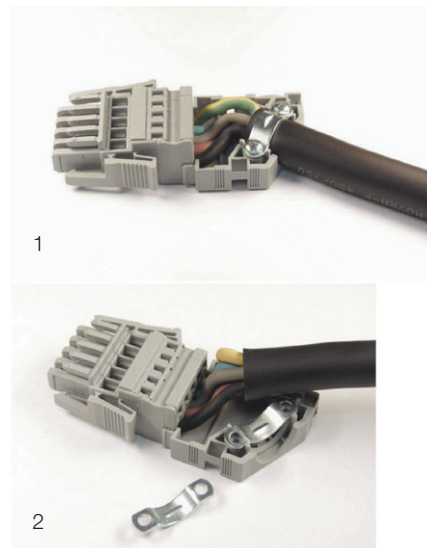

Fig. 73 : fiche de raccordement avec boîtier de décharge de traction
- Introduire les conducteurs dans le boîtier prévu pour la décharge de traction (voir fig. 73) et fixer le câble de raccordement sur ce boîtier à l'aide d'une bride de câble.
Pour assurer une décharge de traction suffisante lorsque les câbles ont un diamètre 12 mm, prévoir une deuxième bride de câble et la poser sous le conducteur (fig. 73, pos. 2).